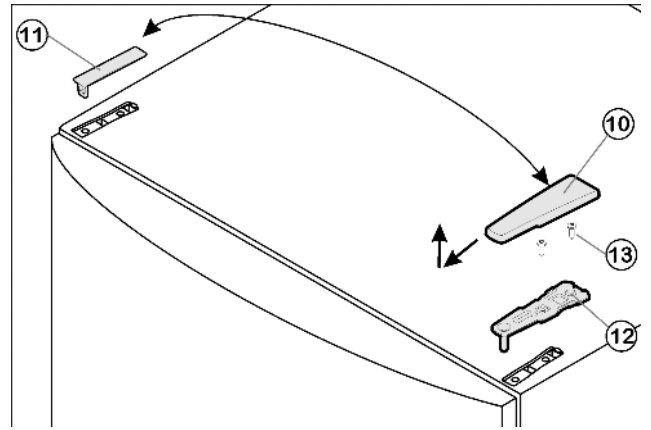

Fig. 3
- ▶ Enlever le cache Fig. 3 (10) vers l'avant et le haut.
- ▶ Retirer le cache Fig. 3 (11).
- ▶ Dévisser le support d'appui supérieur Fig. 3 (12)(2 Torx® 25) Fig. 3 (13) et retirer vers le haut.
- ▶ Placer le support d'appui supérieur Fig. 3 (12) sur le nouveau côté charnière de porte.
- ▶ Visser le support d'appui supérieur Fig. 3 (12) à fond (avec 4 Nm) (2 Torx® 25) Fig. 3 (13). Pointer les trous de vissage ou utiliser une visseuse sans fil.
- ▶ Faire encliqueter le cache Fig. 3 (10) et le cache Fig. 3 (11) du côté opposé.